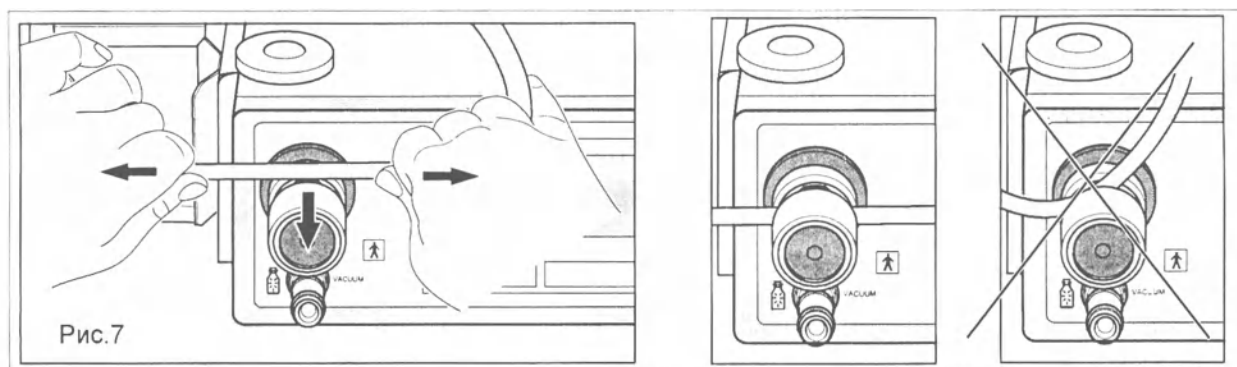

Рис. 7
- ◇ Слегка растяните отсасывающий шланг и полностью (горизонтально) вставьте его в зажим шланга (рис. 7).